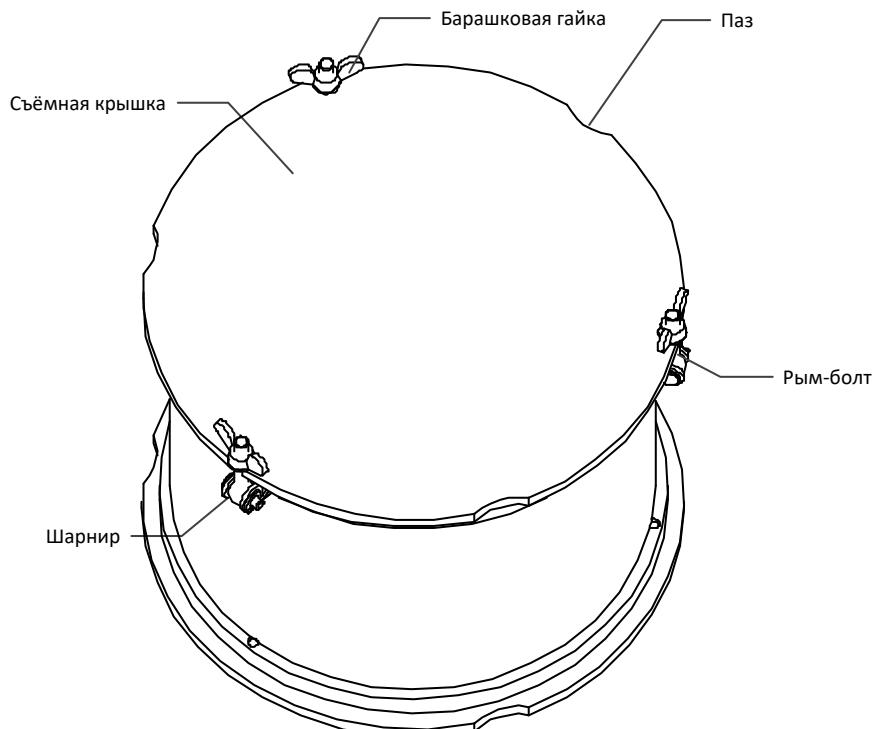
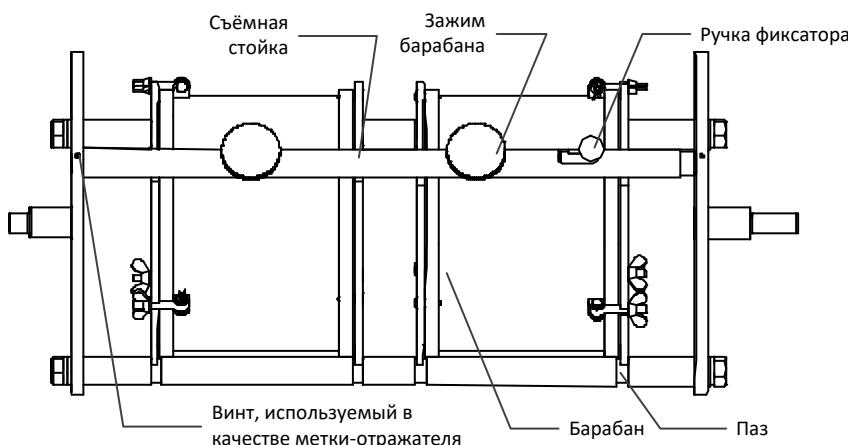

Рисунок 4 - Барабан
Рисунок 5 – Держатель барабанов
- 1) На крышке контейнера (см. рис. 4) ослабить три барашковые гайки, вращая их против часовой стрелки. Отвести рым-болты на шарнирах в стороны. Снять крышку.
- 1) Вращая держатель вручную, установить его таким образом, чтобы съёмная стойка находилась в верхнем положении (см. рис. 5).
- 3) Установить контейнеры на стойки таким образом, чтобы пазы на контейнерах (см. рис. 4) совпали с пазами на стойках (см. рис. 5).
- 5) Зафиксировать барабаны, вращая зажимы барабанов (см. рис. 5) по часовой стрелке.
- 4) Вращая держатель вручную, установить его таким образом, чтобы съёмная стойка находилась в верхнем положении (см. рис. 5).
- 5) Снять фиксацию барабанов, вращая зажимы барабанов (см. рис. 5) против часовой стрелки.
- 8) На крышке контейнера (см. рис. 4) ослабить три барабашковые гайки, вращая их против часовой стрелки. Отвести рым-болты на шарнирах в стороны. Снять крышку.